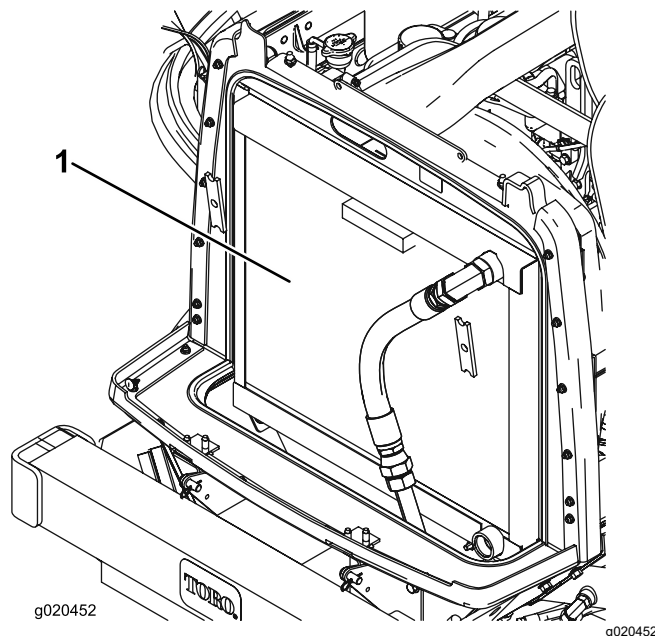

Figura 110
3. Pulite accuratamente entrambi i lati dell'area del refrigeratore dell'olio e del radiatore utilizzando aria compressa (Figura 110).